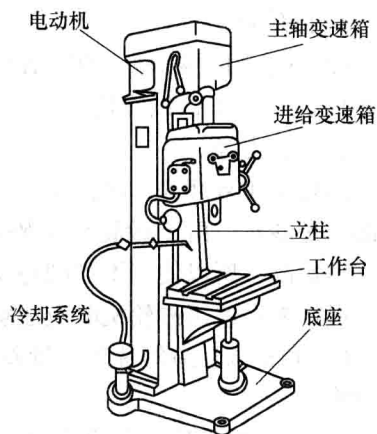

图 1-6 立式钻床
(2) 立式钻床 立式钻床简称立钻, 如图 1-6 所示。主轴变速箱和工作台安置在立柱上, 主轴垂直布置。